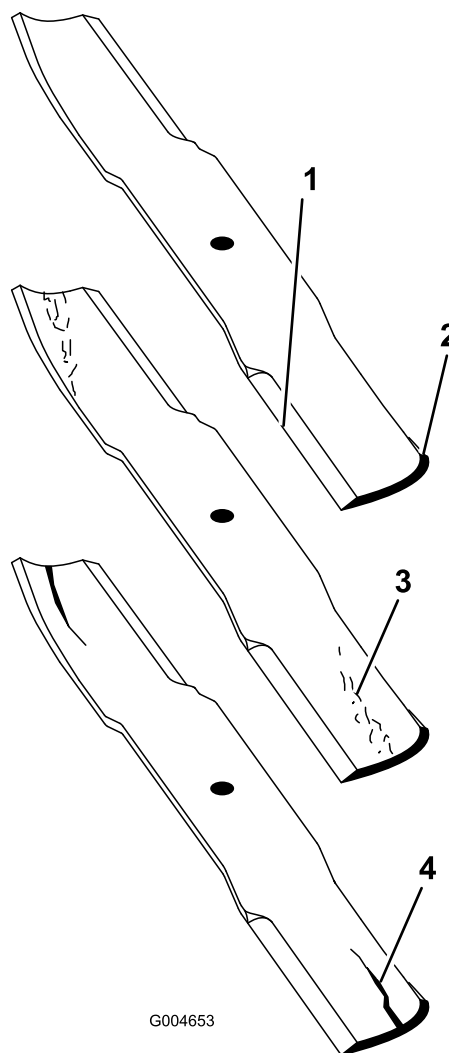

Рисунок 87
- Осторожно проверьте режущие кромки ножей, особенно в точке соединения плоской и изогнутой частей ножа (Рисунок 87).
Примечание: Так как песок и абразивные материалы могут вызвать износ металла, соединяющего плоскую и изогнутую части ножа, проверьте нож перед использованием газонокосилки. При обнаружении износа (Рисунок 87) замените нож.